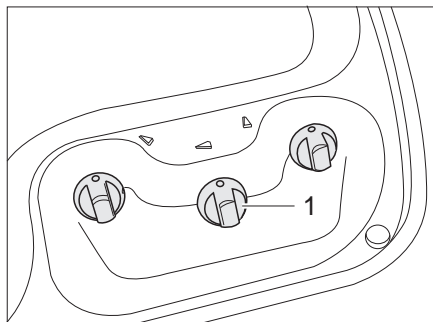
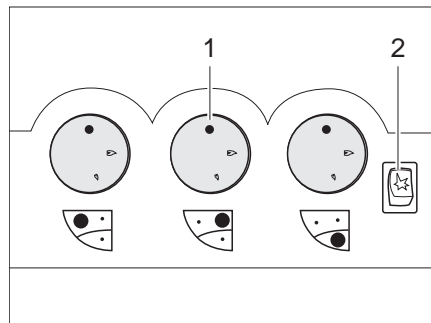

Fig. 212 Boutons de commande pour le réchaud à gaz (variante 1)
Fig. 213 Boutons de commande pour le réchaud à gaz (variante 2)
- Tourner le bouton tournant (Fig. 212,1 ou Fig. 213,1) du brûleur désiré en position d'allumage (grande flamme).
- Si une touche d'allumage (Fig. 213,2) est présente :